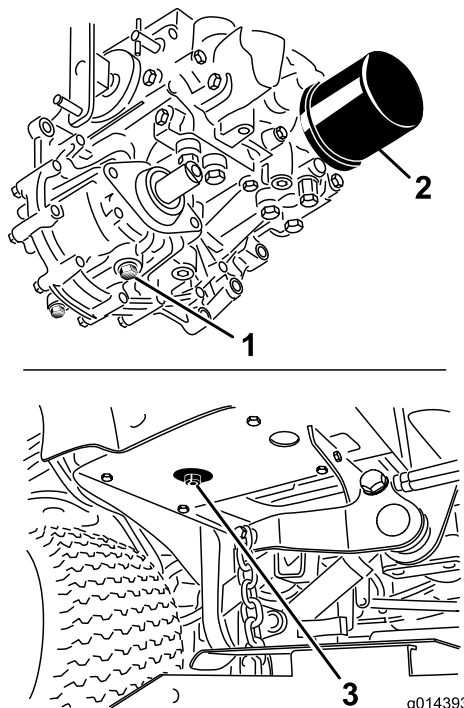

Figure 89
3. Placez un grand bac de vidange sous le réservoir hydraulique et le carter de transmission, et enlevez les bouchons pour vidanger tout le liquide hydraulique (Figure 89).
4. Nettoyez la surface autour du filtre à huile hydraulique et retirez le filtre (Figure 89).